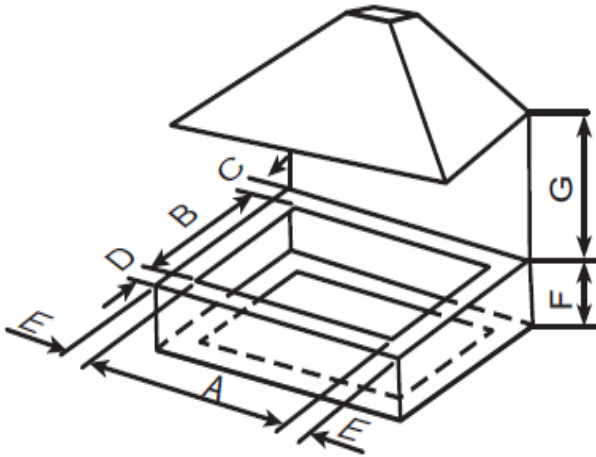

Fig. 4
- Kogepladen kan fastgøres til enhver bordplade med en tykkelse på 40 til 50 mm. Ingen overhængende overflade eller emhætte må placeres tættere end 750 mm på kogepladen. Fastgør dem som vist i fig. 4. Ved montering af en 600 mm jumperenhed over 700 mm kogepladen kan siderne på tilstødende skabe være mindre end 760 mm, op til 334 mm, så længe de er modstandsdygtige over for varme og damp. Kogepladen har en speciel pakning, der forhindrer væske i at komme ind i sagen. Følg disse instruktioner for at anvende denne pakning korrekt: